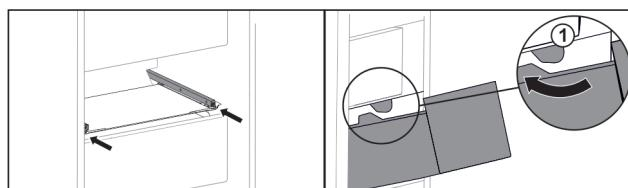

Fig. 40
- Обведите выдвижной ящик вокруг стопора Fig. 40 (1).